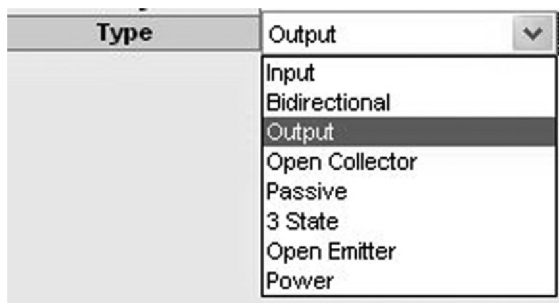

图 20.45 层端口类型
7. 双击 clk 端口打开属性编辑器。如图 20.45 所示，在 Type 属性对话框中单击下拉菜单选择端口输出类型为 Output，然后关闭属性编辑器。VCC 端口的默认类型为 input。设置完成之后保存并且关闭原理图。